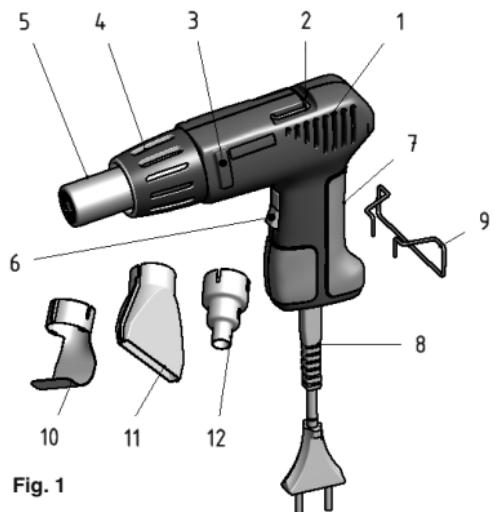

Fig. 1
Legende (Fig. 1):
2. Gerät am Schalter (Pos. 6 Fig. 1) einschalten. Sie können das Gerät mit zwei verschiedenen Temperaturstufen betreiben. Dazu einfach nur die passende Schalterstellung I oder II auswählen. So können Sie die Temperatur optimal an die Arbeitsaufgabe und die Materialien anpassen.
Am Gehäuse sind kleine Erhebungen (Pos. 3 Fig. 1) angebracht, auf denen die Pistole abgelegt werden kann. Diese sorgen dafür, dass der Luftstrahl immer etwas nach oben gerichtet wird. Bitte beachten Sie, dass es bei der Verwendung von bestimmten Vorsatzdüsen zu einer Berührung zwischen Ablagefläche und Düse kommen kann! Hier besteht Brand- und Schmorgefahr!